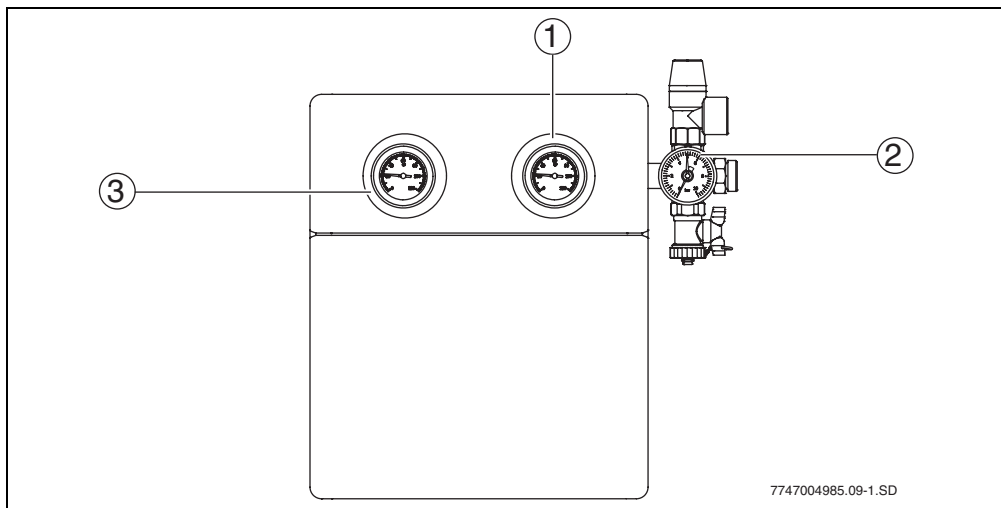

Fig. 41 Grupo de circulação
- Termómetro (→ Fig. 41, pos. 1 e 3): O termómetro integrado mostra as temperaturas do retorno (azul) e avanço (vermelho) da energia solar.
- Manómetro (→ Fig. 41, pos. 2): O manómetro indica a pressão de serviço.